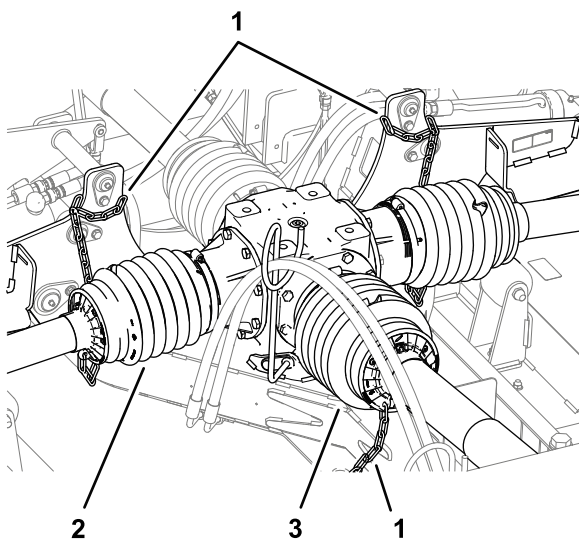
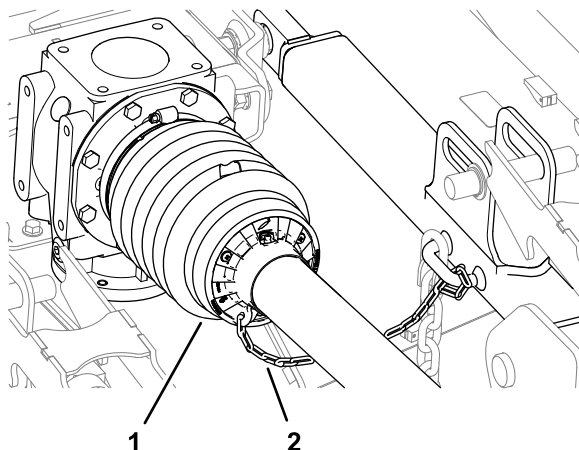

Figura 14
Figura 15
6. Controllate che la catena di fissaggio sia collegata alla protezione dell'albero della PDF posteriore, alle protezioni dell'albero di trasmissione e al telaio del tosaerba (Figura 14 e Figura 15).